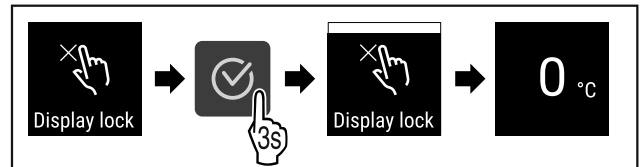

Fig. 66
- Følg anvisningene (se Fig. 66) .